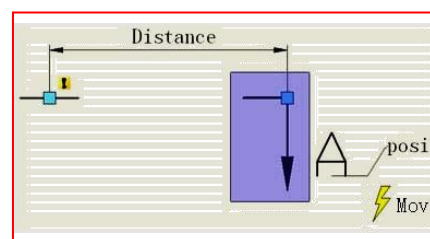

Fig 3.2
2. Wybierz razem obiekty do rozciągania oraz parametr punktu „pozycja”, co pozwala na przemieszczanie się tekstu i symbolu przekroju razem (Rys. 3.2).